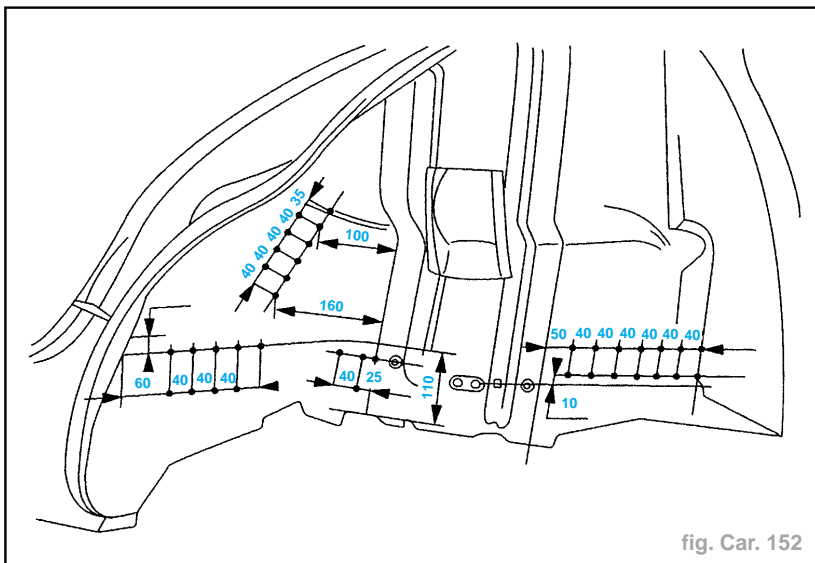

fig. Car. 152
- Tracer puis percer à Ø **8 mm** pour soudage ultérieur par points bouchons (fig. Car. 152).